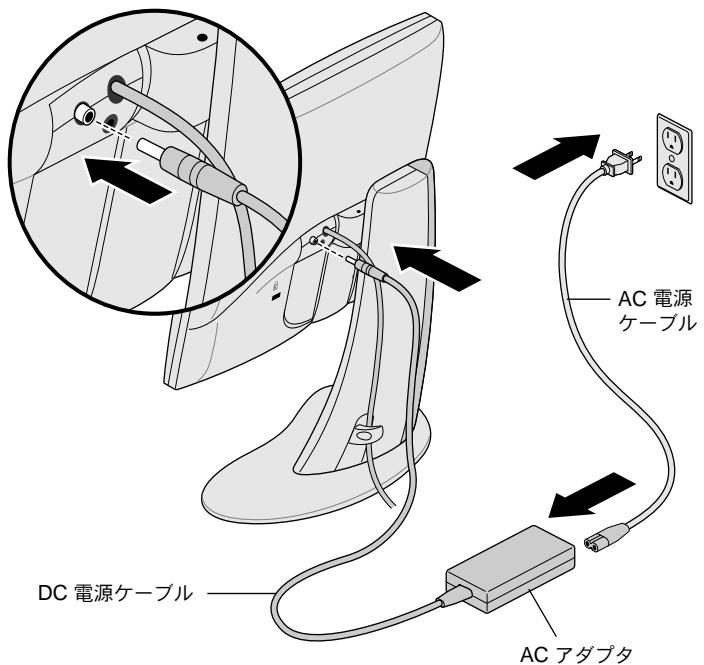

図1-2 電源ケーブルとACアダプタの接続
- ACアダプタからDC電源ケーブルをフラットパネルモニタ背面にあるDC入力コネクタへ接続します(図1-2参照)。